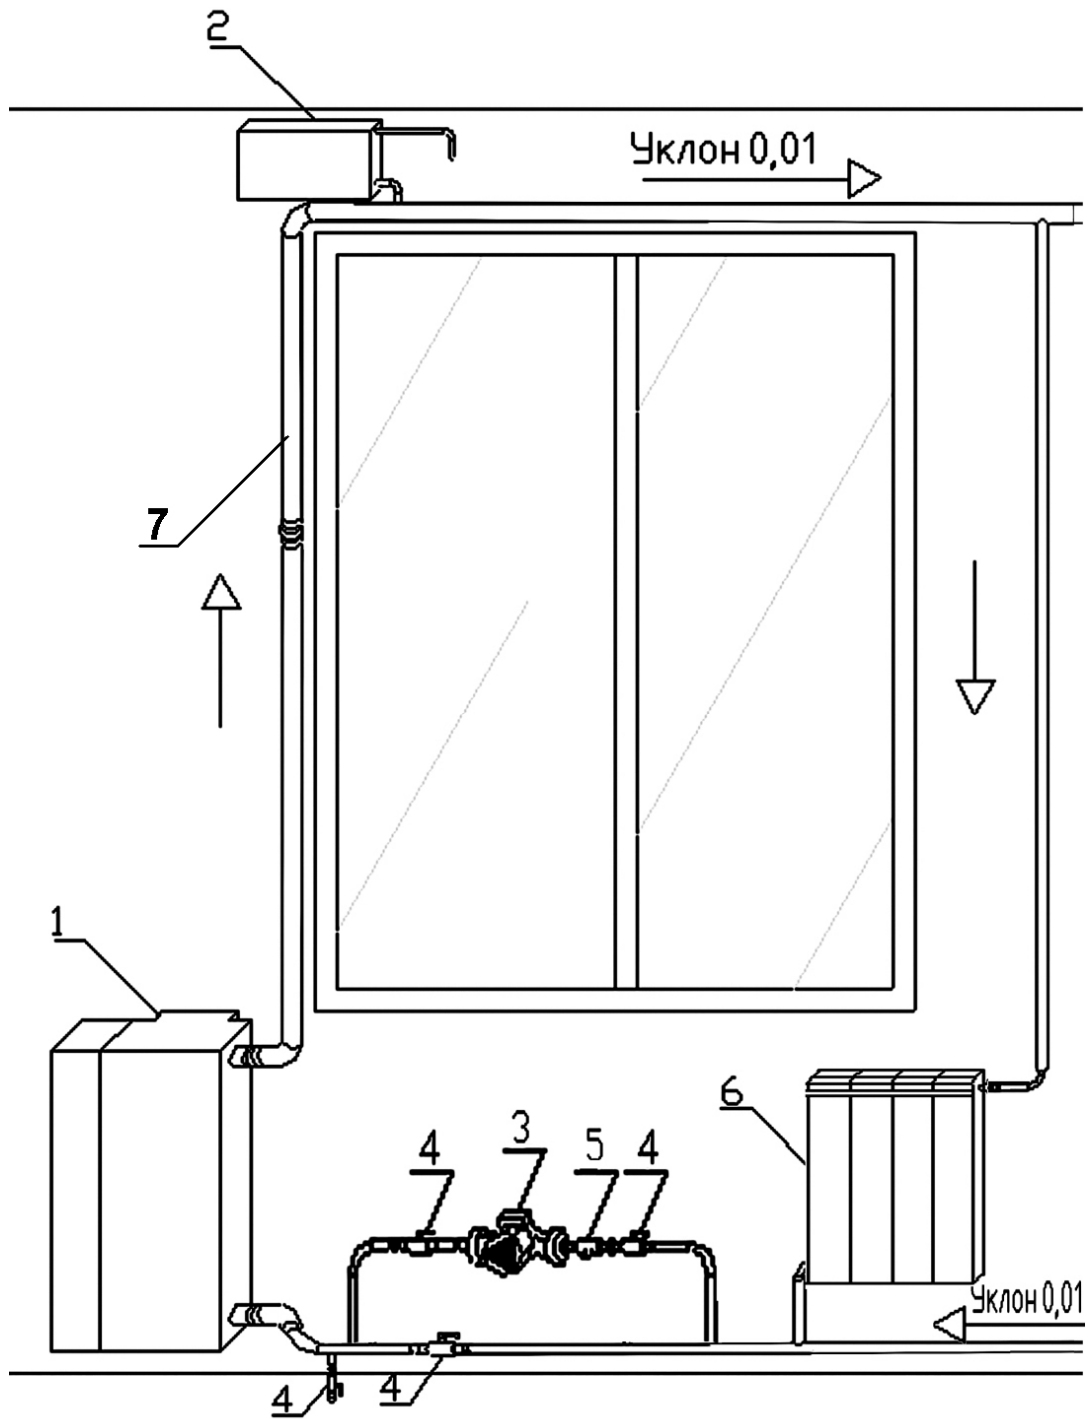

Рисунок 8. Схема простейшей системы отопления с естественно-принудительной циркуляцией
6.5. В системах отопления с большой протяженностью и/или с затруднительной циркуляцией рекомендуется применение естественно-принудительной циркуляции (рисунок 8).